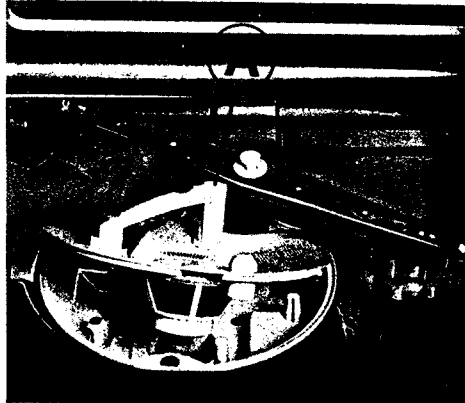

Fig. 31
Si au contraire le filtre monté est celui en fig. 31, procéder de la façon suivante:
- Enlever le filtre circulaire A (fig. 31)
If the filter fitted to your dishwasher is similar to that of fig. 31, proceed as follows:
- To remove, lift upwards the circular filter «A» (fig. 31).
Falls die Maschine die in Abb. 31 abgebildete Filtergruppe montiert, muß man wie folgt verfahren.
- Filter A herausziehen (Abb. 31)
Se invece il filtro montato sul Vostro lavastoviglie è simile a quello della fig. 31 procedere nel seguente modo:
- Togliere il filtro circolare A (fig. 31).